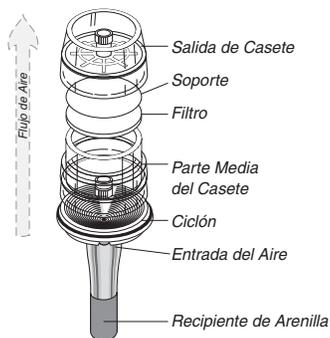

Figura 1
- Seleccione un filtro y soporte como se especifica en el método de muestreo. Inserte la parte media del casete dentro de la salida del casete (ver Figura 1).